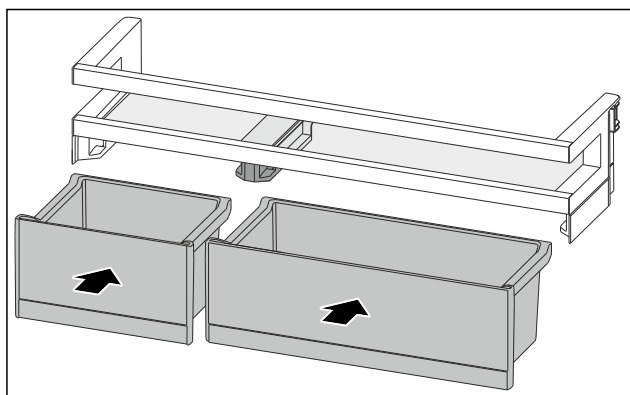

Fig. 189
- ▶ Установите ящики VarioBox, поменяв их расположение. (см. Fig. 189)